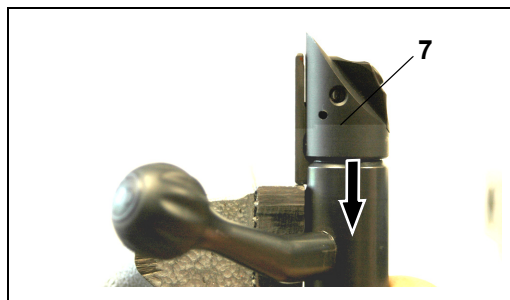

Abb. 5 // Schlagbolzenmutter spannen
1. Durch Drücken der Schlagbolzenmutter (7) gegen eine feste Unterlage die Schlagfeder spannen (Abb. 5 //).